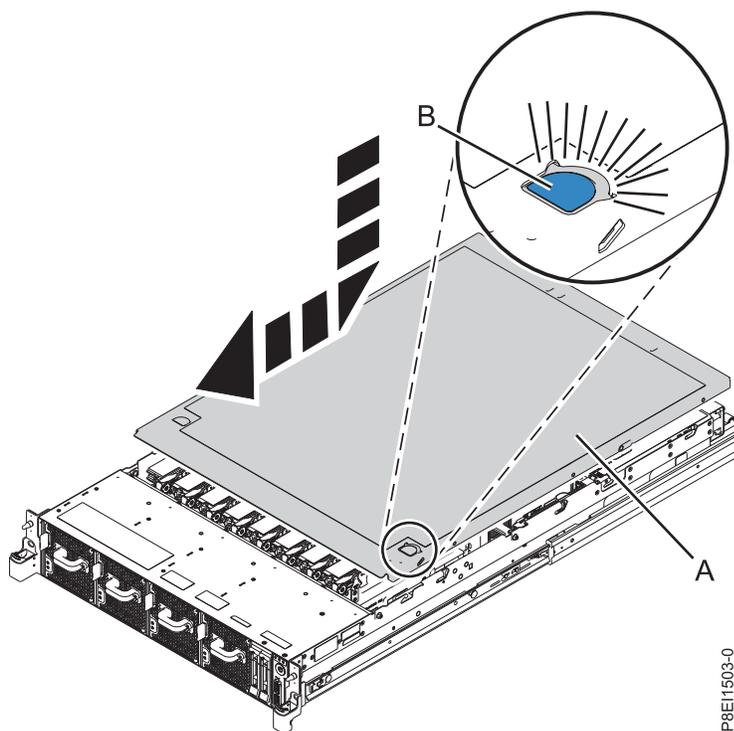

図 66. 保守アクセス・カバーの取り付け
2. ピンを押し下げてはめ込み、カバーをシステムの前部側にスライドさせて青色のリリース・ラッチ **(B)** を所定の位置にロックします (図 66 を参照)。